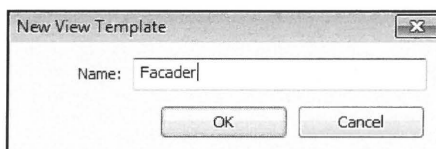

Fig. 14.07. Navngiv eksempelvis *Facader*.
- Navngiv eksempelvis *Facader* (Fig. 14.07).